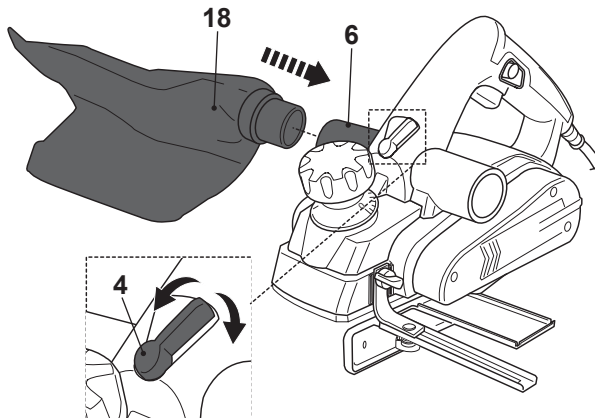

Fig. 1
- > Alinee el conector de la bolsa de recogida de polvo (18) con la salida de extracción del polvo (6) que hay a cada uno de los lados del producto e insértelo hasta el fondo (Fig. 1).
- > Ajuste la palanca para cambiar la dirección de expulsión del polvo (4) para cambiar el flujo de aire hacia la derecha o izquierda en función del lado que ha elegido para la conexión.
- > Tire del conector hacia afuera con un movimiento de giro para retirar la bolsa de recogida del polvo (18).